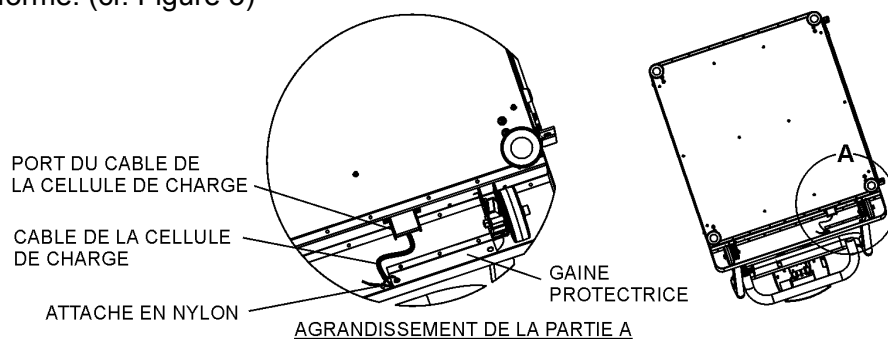

Figure 3
12. Faites passer le câble de la cellule de charge dans la gaine de protection près de la roue et faites-le sortir par la boucle d'attache en nylon. Serrez le noeud. Branchez le connecteur de câble au port correspondant de la cellule de charge situé à l'arrière de la plateforme. (cf. Figure 3)